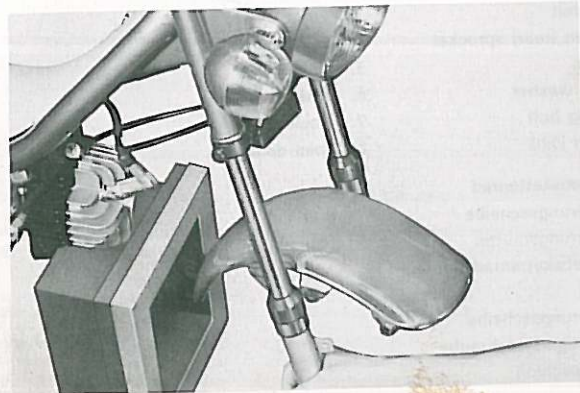

Fig. 5-6-1
1. With the front wheel, speedometer cable and front brake cable removed, the fork legs can be removed from the upper and lower brackets by loosening upper and lower pinch bolts. (Fig. 5-6-1)
1. Enlever la roue avant, ainsi que les câbles d'indicateur de vitesse et de frein avant. On peut alors enlever les bras de fourche en desserrant leurs colliers de serrage supérieurs et inférieurs. (Fig. 5-6-1)
1. Bei ausgebautem Vorderrad, abgenommener Geschwindigkeitsmesserwelle und getrenntem Bremsseil, und nachdem die oberen und unteren Klemmschrauben gelöst wurden, können die Gabelbeine aus dem oberen und unteren Bügel herausgenommen werden. (Fig. 5-6-1)